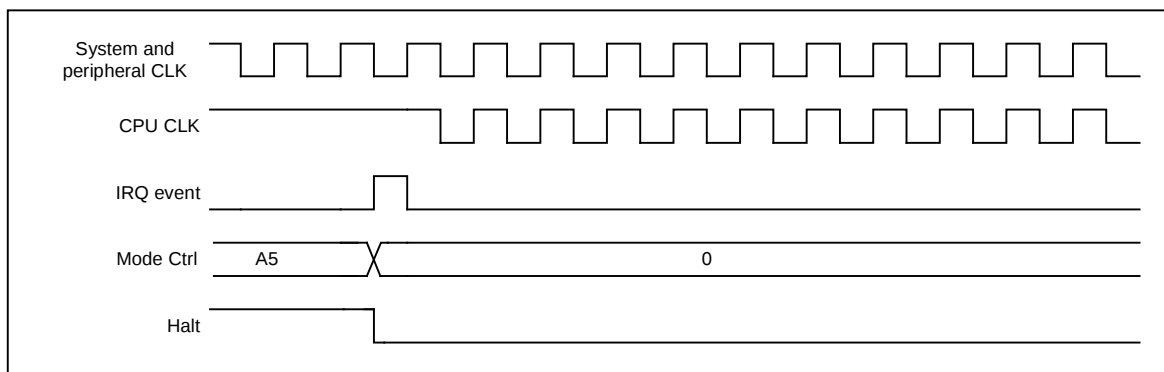
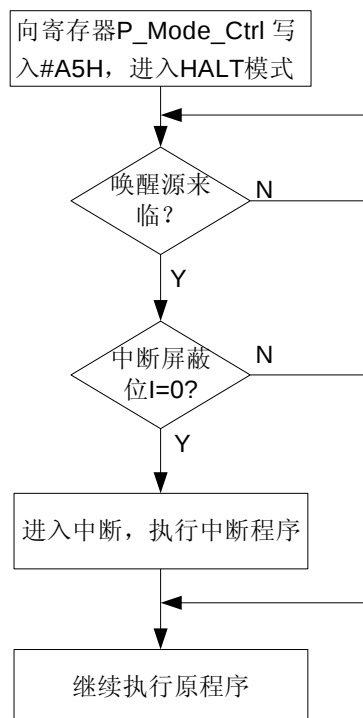

图 21-7 HALT 模式唤醒时序
图 21-8 HALT 模式的运行流程
HALT 模式唤醒时序见图 21-7。当使用中断将 CPU 唤醒后，程序会产生分支：如果状态寄存器 P 中的中断屏蔽位 (I) 为 1，主程序会继续执行下去，不会产生跳转。但是如果 (I) 为 0，主程序会暂停，跳转到中断服务子程序去执行。具体流程如图 21-8 所示。当 HALT 模式被外部中断唤醒时，需要一点时间来重新建立和稳定系统振荡器。